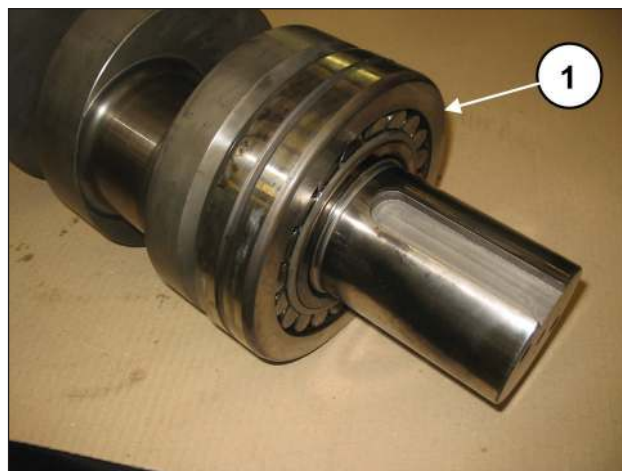
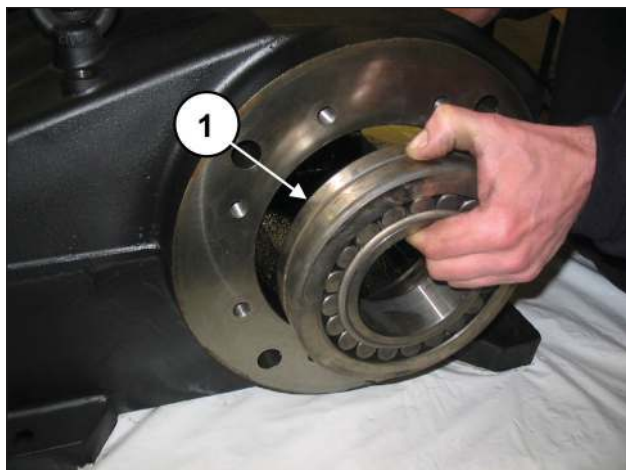

Fig. 42
Fig. 43
Prémonter le roulement côté prise de force sur l'arbre jusqu'en butée (rep. ①, Fig. 42) et monter le roulement côté opposé sur le carter (rep. ①, Fig. 43).
La bague interne du coussinet Fig. 43 est conique. Vérifier que la conicité va de l'extérieur vers l'intérieur pour recevoir correctement la douille.